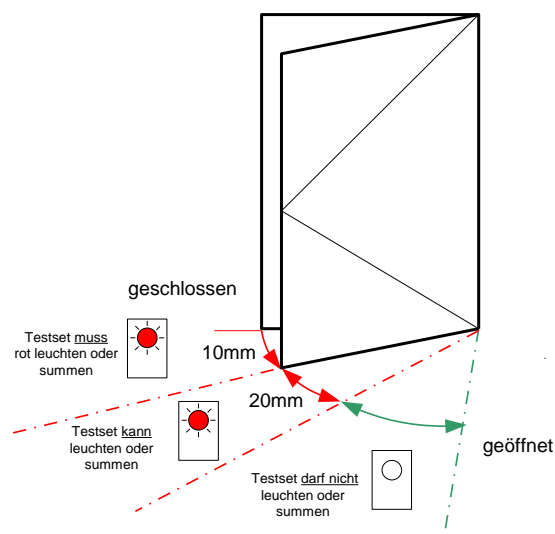

Bild 1. Anwendung Öffnungsüberwachung
- Spätestens nach weiteren 20 mm muss das Leuchten oder Summen des TEST-SET aufhören. (Bild 1). Die Funktion ist dann einwandfrei.